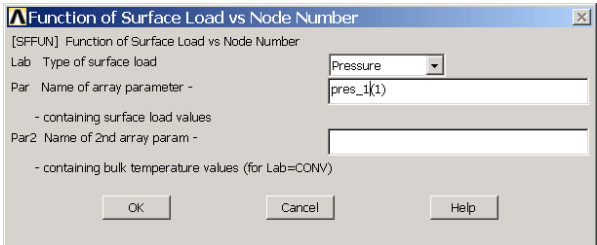

图5.43 设置函数对话框
(5) 单击 **Main Menu>Solution>Define Loads>Settings>For Surface Ld>Node Function** 菜单，弹出【Function of Surface Load vs Node Number】对话框，如图 5.43 所示。